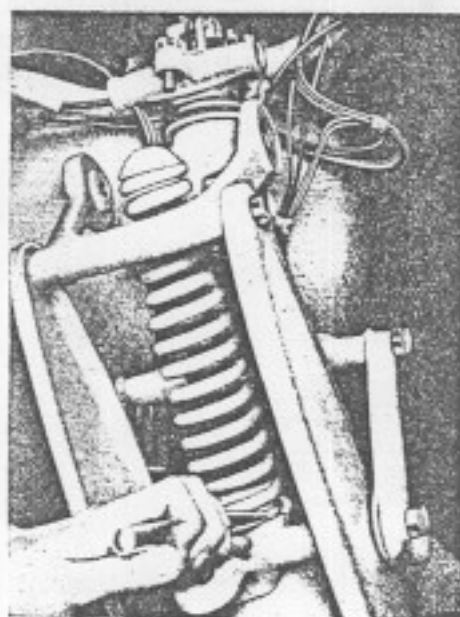

Bild 181. Lösen der Feder von der Schnecke durch leichte Schläge gegen das Federende mittels Durchschlag und Hammer
6. Mit Durchschlag unteres Federende anschlagen, damit Feder auf unterer Federschnecke lose wird (Bild 181).